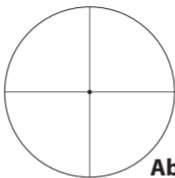
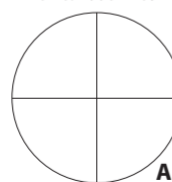
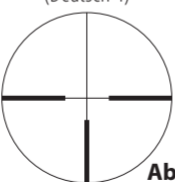
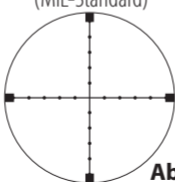

Abb. 3-3
Abb. 3-4
Abb. 3-5
Abb. 3-6
(1) Fokussierung
- 1 Sehen Sie durch das Okular und halten Sie dabei einen Abstand von ca. 10 cm (4 Zoll) zwischen Auge und Okular, sodass Sie das BDC-Fadenkreuz (Abb. 3-1), das Duplexfadenkreuz (Abb. 3-2), das feine Fadenkreuz mit Punkt (Abb. 3-3), das feine Fadenkreuz (Abb. 3-4), das Fadenkreuz Nr. 4 (Deutsch 4) (Abb. 3-5) oder das Mildot-Fadenkreuz (MIL-Standard) (Abb. 3-6) sehen. Stellen Sie sicher, dass Sie Ihr Auge bei ordnungsgemäßer Einstellung und mit entsprechendem Augenabstand positionieren. Andernfalls „verdunkelt“ sich die Sicht.